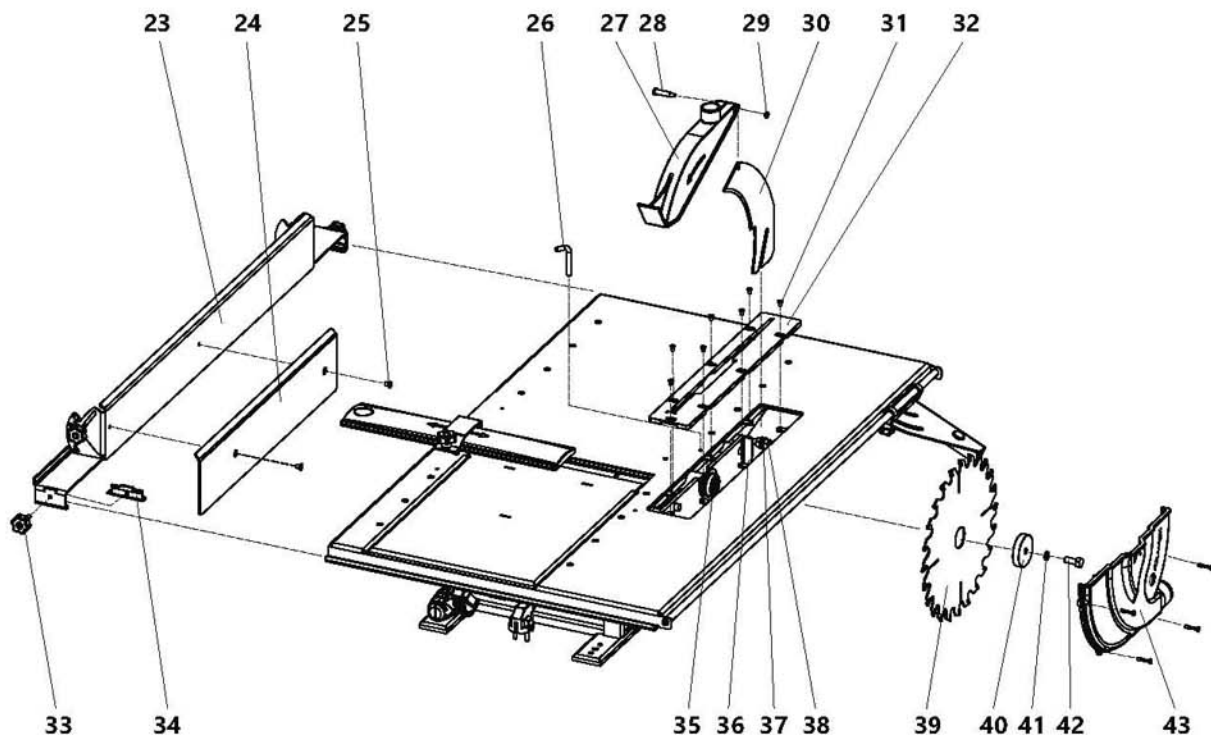

Рисунок 5. Схема сборки станка на операцию пиления
Перед началом работы следует произвести подготовку и наладку станка (рис. 5).
7.2.2 Установка пильного диска (рис. 5)